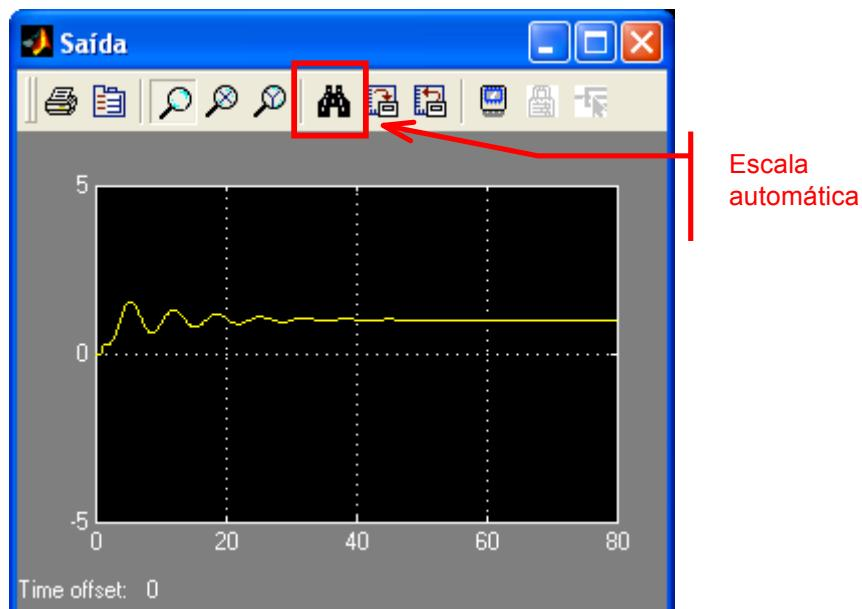
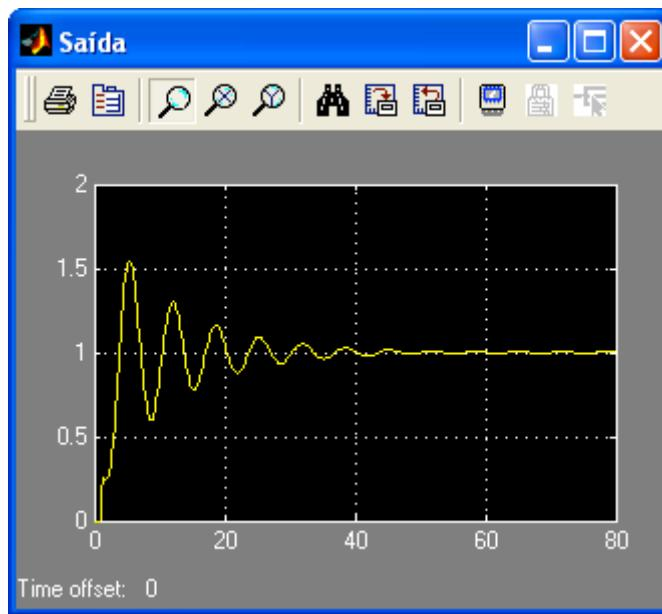

Figura 8.10: Resultado da simulação
Figura 8.11: Resultado da simulação apóis ajuste de escala
Ajuste o tempo de simulação para 80 segundos, alterando o valor de *Stop Time* (80). Simule a resposta do modelo, clicando em *Simulation > Start* ou no ícone em forma de seta na barra de ferramentas do Simulink. O programa avisa que a simulação terminou emitindo um *beep* e exibindo a palavra "*Ready*" na parte inferior da janela do modelo. Dê um duplo clique no bloco do osciloscópio (*Scope*) para ver a simulação do sinal de saída. O resultado deve ser como mostrado na figura 8.10.
É possível alterar as escalas dos eixos a partir das opções de configuração do bloco (clicando com o botão direito do *mouse* em algum ponto do gráfico) mas, geralmente, basta clicar no botão de escala automática (ver figura 8.10), indicado por um binóculo. O resultado final (ajuste de escala automática) é mostrado na figura 8.11. Se o resultado parecer pouco preciso, aumente o fator de refinamento (3 ou 5 costumam ser valores adequados) e simule novamente. Como padrão, o Simulink armazena o vetor de tempo usado na simulação em variável do *workspace* chamada **tout**. A criação desta variável, incluindo seu nome, podem ser ajustados na aba **Workspace I/O** da caixa de diálogo dos parâmetros de simulação.